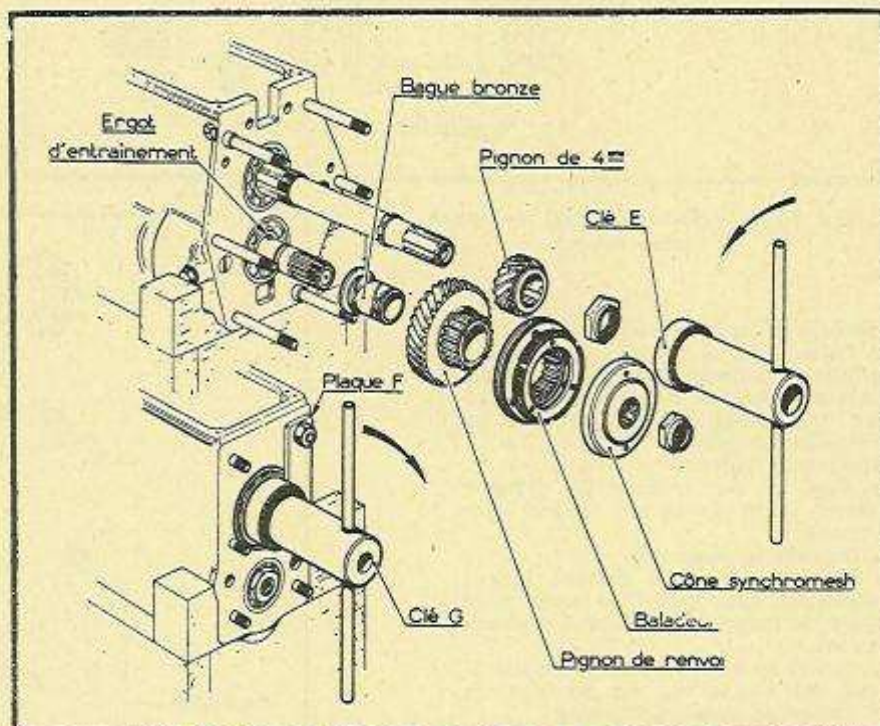

Fig. 70. — Démontage du renvoi de surmultipliée.
- Dévisser l'écrou de blocage du renvoi de 4^e (fig. 70).